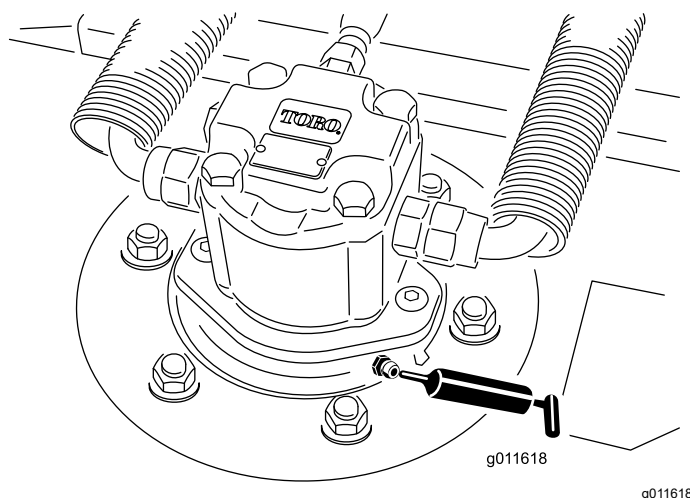

Bild 10
- Spindelwellenlager der Schneideinheit (2 pro Schneideinheit)—Bild 10